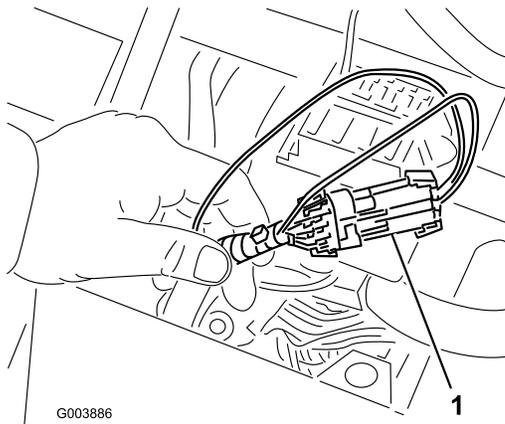

Figura 38
3. Accedete al cablaggio preassemblato ed ai connettori adiacenti al controller (Figura 38).